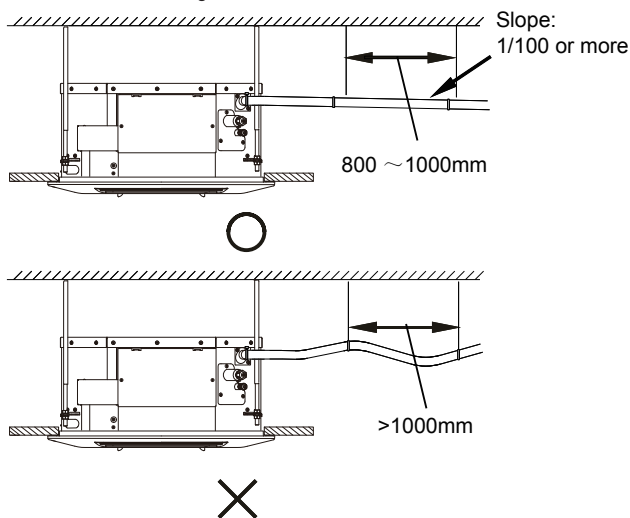

Imagen 5.1
- Con el fin de evitar el reflujos de agua en el interior del equipo de aire acondicionado cuando se para el equipo, la tubería de descarga de agua debe tener pendiente inclinarse hacia abajo y hacia el exterior (lado de drenaje) en una pendiente de más de 1/100. Asegúrese de que la tubería de descarga de agua no se hinche ni almacene agua; de lo contrario, causará ruidos extraños. Consulte la Imagen 5.1.
- Al conectar la tubería de descarga de agua, no aplique fuerza para tirar de las tuberías, de esta forma evitará que las conexiones de la tubería de succión de agua se suelten. Al mismo tiempo, establezca un punto de apoyo a cada 0,8 ~ 1 m para evitar que las tuberías de descarga de agua se doblen. Consulte la Imagen 5.1.